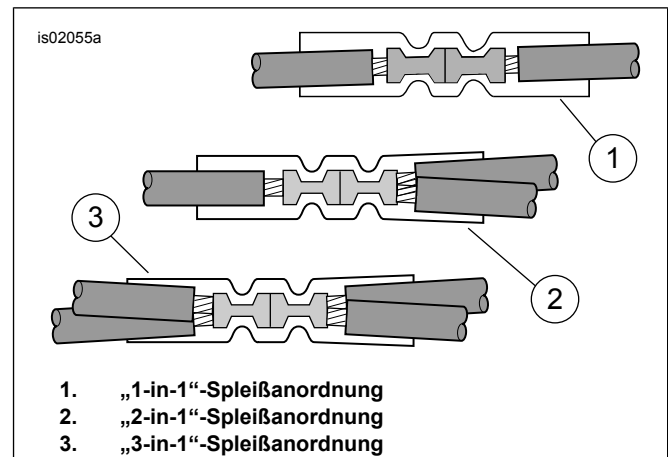
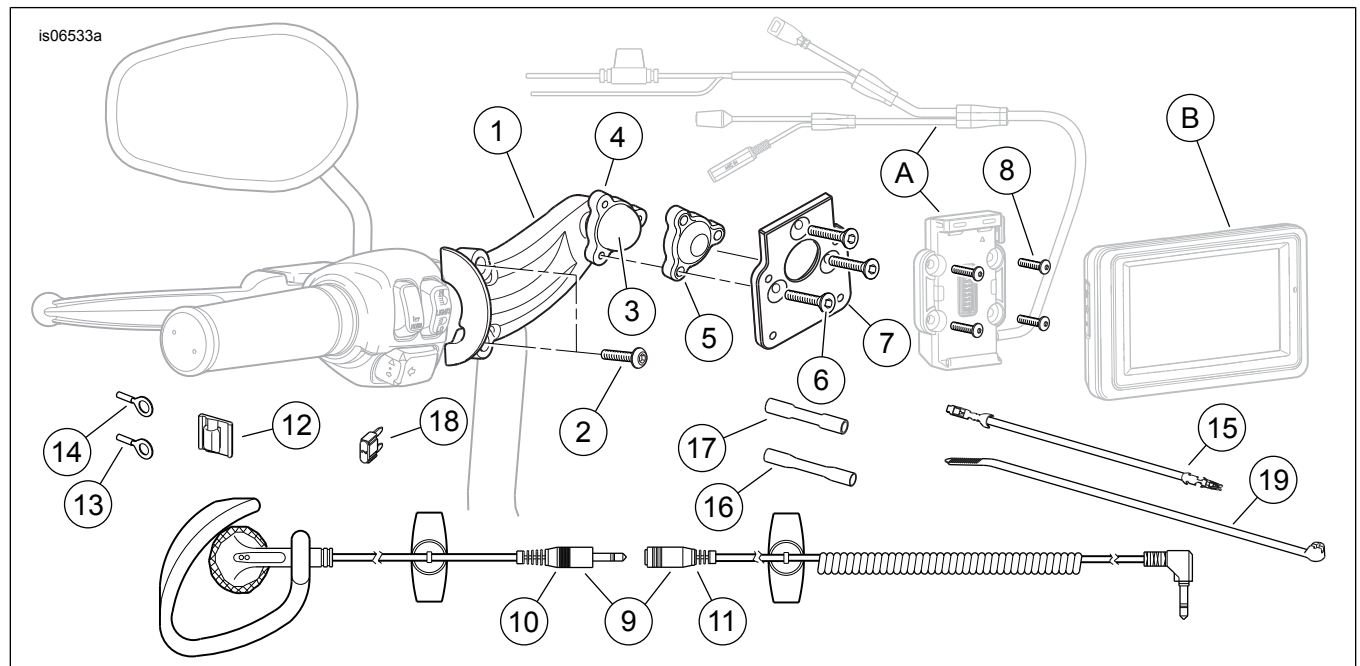

Abbildung 6. Spleißanordnungen
Abbildung 16. Ersatzteile, Road Tech Zumo 660 und Zumo 665 GPS-Lenkerbefestigungssatz
4. Siehe Abbildung 16. Den blauen, versiegelten Stoßverbinder (17) aus dem Satz nehmen. Siehe Abbildung 6. „2-in-1“-Spleißanordnung. Das Stromkabel des Zumo-Kabelbaums gemäß den Anweisungen im Anhang des Werkstatthandbuchs mit den orange/weißen Kabeln des Hauptkabelbaums verspleißen.
6. Siehe Abbildung 16. Den blauen, versiegelten Stoßverbinder (17) aus dem Satz nehmen. Siehe Siehe Abbildung 6. „2-in-1“-Spleißanordnung. Das Stromkabel des Zumo-Kabelbaums gemäß den Anweisungen im Anhang des Werkstatthandbuchs mit dem Adapterkabel verspleißen.
7. Die 2-A-Sicherung (18) aus dem Satz in den als „OPEN“ ausgewiesenen Sicherungshohlraum einsetzen, um den Stromkreis zu schließen.
- Siehe Abbildung 16. Den blauen, versiegelten Stoßverbinder (17) aus dem Satz nehmen. Siehe Abbildung 6. „1-in-1“-Spleißanordnung. Das Stromkabel des Zumo-Kabelbaums gemäß den Anweisungen im Anhang des Werkstatthandbuchs mit den zugeschnittenen orange/weißen Kabeln verspleißen.
- Siehe Abbildung 16. Den blauen, versiegelten Stoßverbinder (17) aus dem Satz nehmen. Siehe Abbildung 6. „1-in-1“-Spleißanordnung. Das Stromkabel des Zumo-Kabelbaums gemäß den Anweisungen im Anhang des Werkstatthandbuchs mit dem Adapterkabel verspleißen.
3. Siehe Abbildung 16. Den blauen, versiegelten Stoßverbinder (17) aus dem Satz nehmen. Siehe Abbildung 6, „2-in-1“-Spleißanordnung. Das Stromkabel des Zumo-Kabelbaums gemäß den Anweisungen im Anhang des Werkstatthandbuchs mit den orange/weißen Kabeln des Hauptkabelbaums verspleißen.
6. Siehe Abbildung 16. Die Überlänge des orange/weißen Kabels vom Zumo-Kabelbaumkabel abschneiden. Dieses Kabel mit dem blauen, versiegelten Stoßverbinder (17) aus dem Satz mit dem in Schritt 4 eingebauten Adapterkabel verspleißen.
7. Die 2-A-Sicherung (18) aus dem Satz im Sicherungshohlraum „P&A IGN“, „2A MAX“ einsetzen, um den Schaltkreis zu schließen.
- **Es können bis zu drei Zubehörteile in den Elektrikanschluss-Kabelbaum verspleißt werden. Für mehrfache Spleißanordnungen Siehe Abbildung 6.**
3. Siehe Abbildung 16. Den blauen, versiegelten Stoßverbinder (17) aus dem Satz nehmen. Siehe Abbildung 6. „2-in-1“-Spleißanordnung. Das Stromkabel des Zumo-Kabelbaums gemäß den Anweisungen im Anhang des Werkstatthandbuchs mit den orange/weißen Kabeln des Hauptkabelbaums verspleißen.
4. Die 2-A-Sicherung (18) aus dem Satz in den Sicherungshohlraum einsetzen, um den Stromkreis zu schließen.